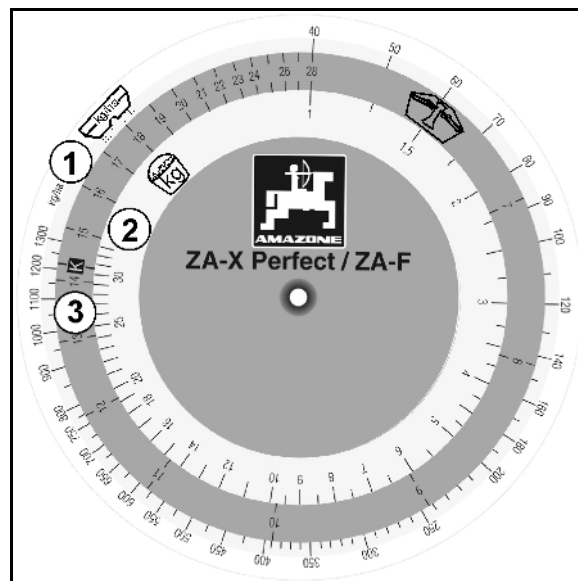

Рис. 67
1. Подвесьте приёмную ёмкость (Рис. 67/1) с помощью скобы на держатель (Рис. 67/2). Приемная ёмкость должна зафиксироваться в зажимном устройстве (Рис. 67/3).
2. Полностью откройте боковую заслонку (Рис. 67/4) выпускного жёлоба примерно на 5 с помощью троса (Рис. 67/5) (для обеспечения равномерного потока удобрения). Собранное при этом количество удобрения высыпьте назад в бункер распределителя.
5. Точно пройдите контрольный участок от начальной до конечной точки с соблюдением полевых условий, т. е. двигайтесь точно с предусмотренной, постоянной рабочей скоростью. При этом полностью откройте боковую заслонку (Рис. 67/4) выпускного жёлоба с помощью троса (Рис. 67/5) точно в точке начала измерения (до упора) и закройте в конечной точке (при отпуске троса пружина (Рис. 67/6) приводит боковую заслонку в закрытое положение.